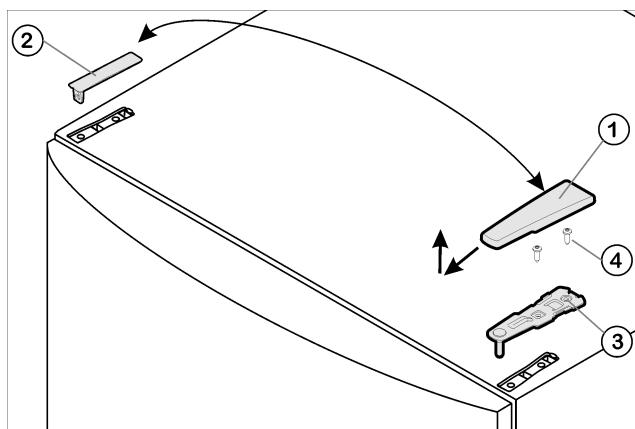

Fig. 4
- Потяните крышку Fig. 4 (1) вперед и вверх.
- Снимите крышку Fig. 4 (2).
- Открутите верхний опорный кронштейн Fig. 4 (3)(2 шт. Torx® 25) Fig. 4 (4) и вытяните вверх.
- ▶ Установите верхний опорный кронштейн Fig. 4 (3) на новой стороне шарнира и защелкните в дверце.
- ▶ Привинтите верхний опорный кронштейн (**с моментом 4 Нм**) (2 шт. Torx® 25) Fig. 4 (4). При необходимости проделайте отверстия или используйте аккумуляторную отвертку.
- ▶ Наденьте и защелкните крышку Fig. 4 (1) и крышку Fig. 4 (2) на противоположной стороне снаружи.